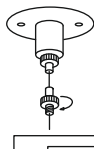

Рисунок 5.
- отсоедините светильник от устройств подвеса (рисунок 5);